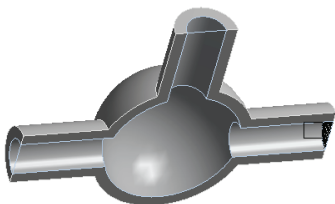

图 24-6 热水入口面
- 6) 选择位于模型中的右端面, 如图 24-6 所示, 然后在 inlet_hot 的细节窗口的 Geometry 中单击后, 再到其后单击 Apply 按钮, 此时创建的集合包含了这些面, 将用于设置热水入口端。